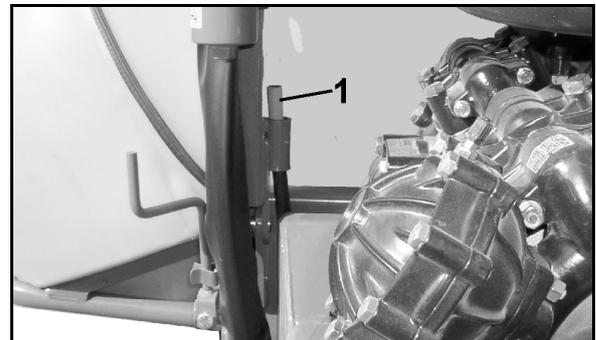

Fig. 48
- Die rote Markierung (Fig. 48/1) der Stützfuß-Kontroll-Anzeige ist sichtbar, wenn die Maschine auf hydraulischen Stützfuß abgestellt ist.